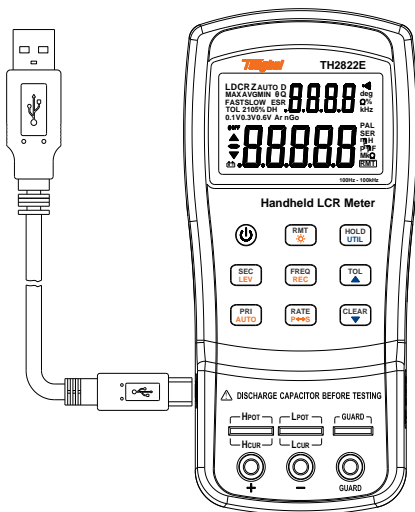

图 16-连接到 PC
2. 用 Mini-USB 线连接仪器与 PC 的 USB 端口（如图 16），按 **POWER** 键开机；